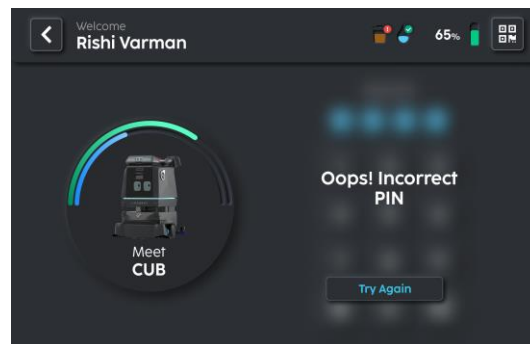

FIGURE 3-17
3. Si le code PIN est incorrect, essayez de nouveau (Fig. 3-17).